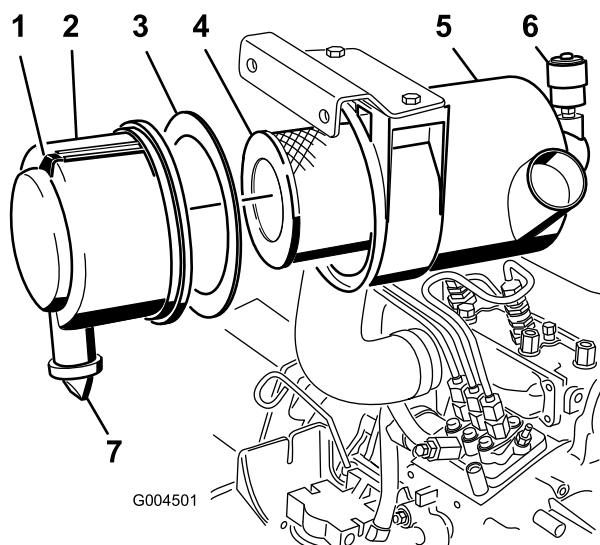

Bild 41
2. Warten Sie den Luftfilter, wenn die Luftfilteranzeige rot anzeigt (Bild 41) oder nach jeweils 400 Betriebsstufen (häufiger in sehr staubigen oder schmutzigen Bedingungen). Warten Sie den Luftfilter nicht zu häufig.
1. Ziehen Sie den Riegel nach außen und drehen Sie die Luftfilterabdeckung nach links (Bild 41).
2. Entfernen Sie die Abdeckung vom Luftfiltergehäuse (Bild 41).
4. Entfernen und wechseln Sie den Hauptfilter aus (Bild 41).
6. Stellen Sie sicher, dass die Schaumdichtung in der Abdeckung liegt und nicht gerissen oder beschädigt ist (Bild 41).
- A. Nehmen Sie das Gummiauslassventil von der Abdeckung ab (Bild 41).
10. Stellen Sie die Anzeige (Bild 41) zurück, wenn sie auf Rot steht.